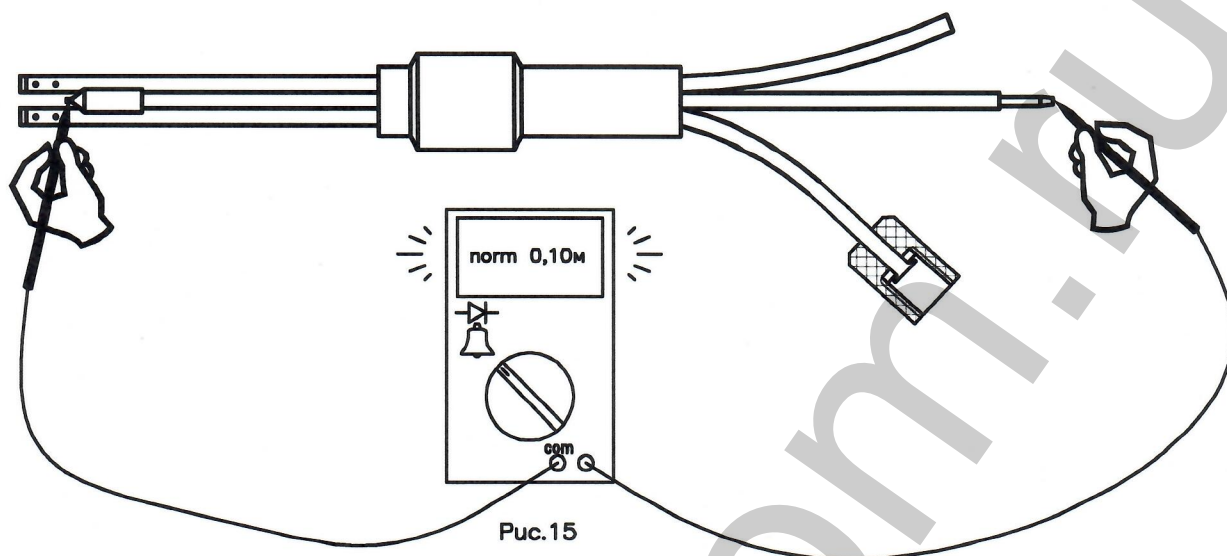

Рис.15
5.4 Проверить контакт РЭ с токоотводом см. Рис.15.